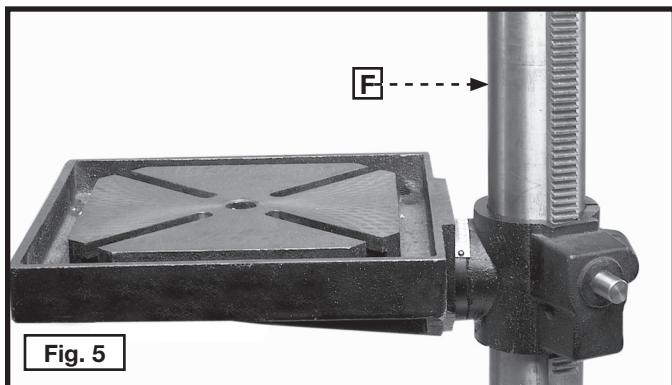
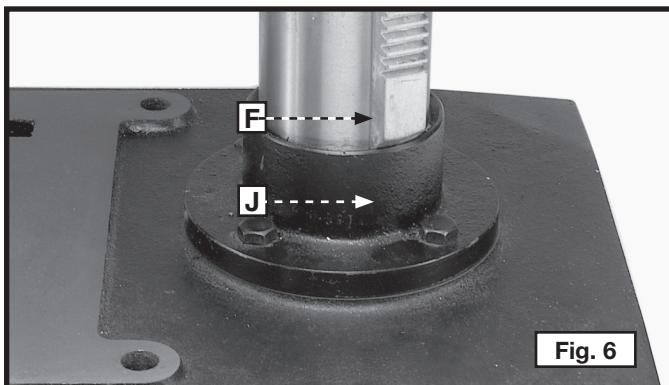

Fig. 5
Fig. 6
4. Enfiler la crémaillère (F), fig. 5, la table et son support sur la colonne de la perceuse. Insérer la base de la crémaillière (F), fig. 6, à l'intérieur de la bride (J) sur la base de la perceuse à colonne.